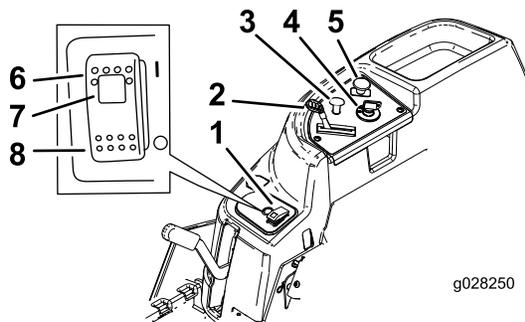
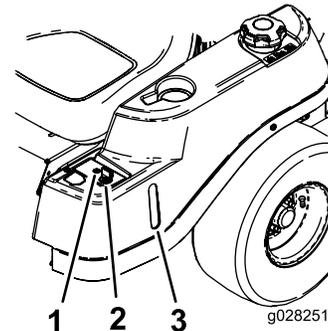

図 5
図 6
実際にエンジンを始動させる前に、運転装置 図 5 と 図 6 の名称や場所、操作方法に慣れてください。
3つの位置があります OFF、RUN、START です。キーを START 位置にすると始動し、その後にキーから手を放すとキーは RUN 位置に動きません エンジンを停止するときはキーを OFF 位置に回します 事故防止のため、機体を離れるときには、必ずキーを抜き取ってエンジンを始動できないようにしてください 図 5。
冷えているエンジンを始動する時に使用します。ノブを引くとチョークが掛かります。ノブを押し込むとチョークは解除されます 図 5。
スロットルコントロールは FAST と SLOW の間で調整することができます。前に倒すとエンジン回転速度が速くなり 後ろに引くと遅くなります 図 5
ブレード PTO スwitch は、刈り込み刃の ON/OFF を行うスイッチです 図 5。
機体の左側にあり、タンク内のガソリン残量の確認に使用します 図 6。
ON にすると後退しながらの刈り込みが可能になります。キーを ON 位置に回し、PTO が作動を始めたらスイッチから手を離してください。PTO を解除すると、このスイッチも解除されます 図 6。
- SmartPark™ スイッチを ON 位置にする 図 5。